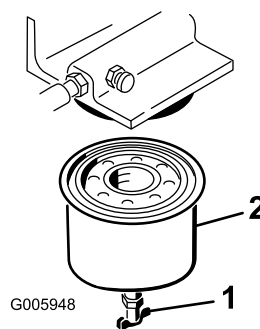

Figure 32
5. Ouvrez le robinet de vidange (Figure 32) et vidangez le carburant qui se trouve dans le filtre à carburant dans un bac approprié. Débarrassez-vous du carburant conformément à la réglementation locale en matière d'environnement.
6. Déposez le filtre à carburant à l'aide d'une clé spéciale (Figure 32).